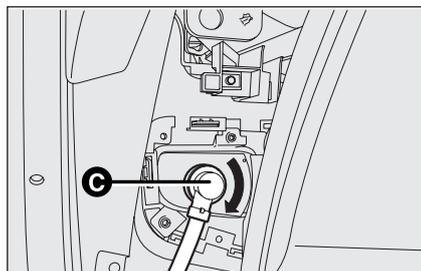

fig. 21
- rimuovere il coperchio portalamпада **C-fig. 21** ruotando in senso antiorario;
- rimontare il coperchio/portalamпада **C-fig. 21** ruotando in senso orario assicurandosi del corretto bloccaggio;